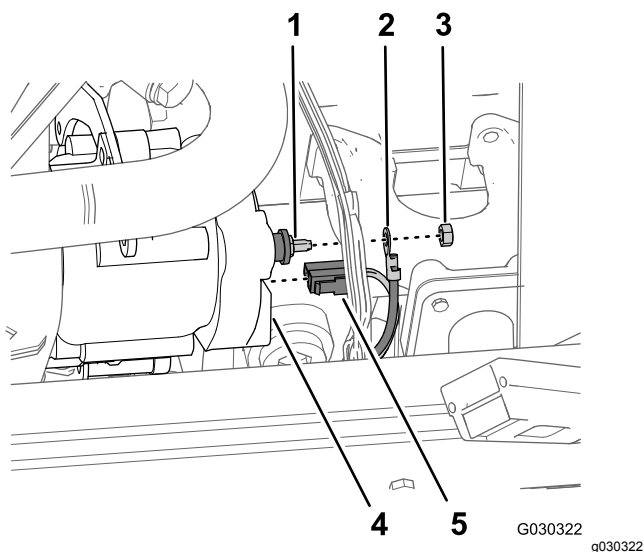

图 241
1. 在发动机舱的左侧从交流发电机正极拆下固定电池正极线环形端子的螺母 (6mm)图 241。
2. 在交流发电机的背面从交流发电机 2 舌形端子上拆下发动机线束的 2 插槽接头图 241。